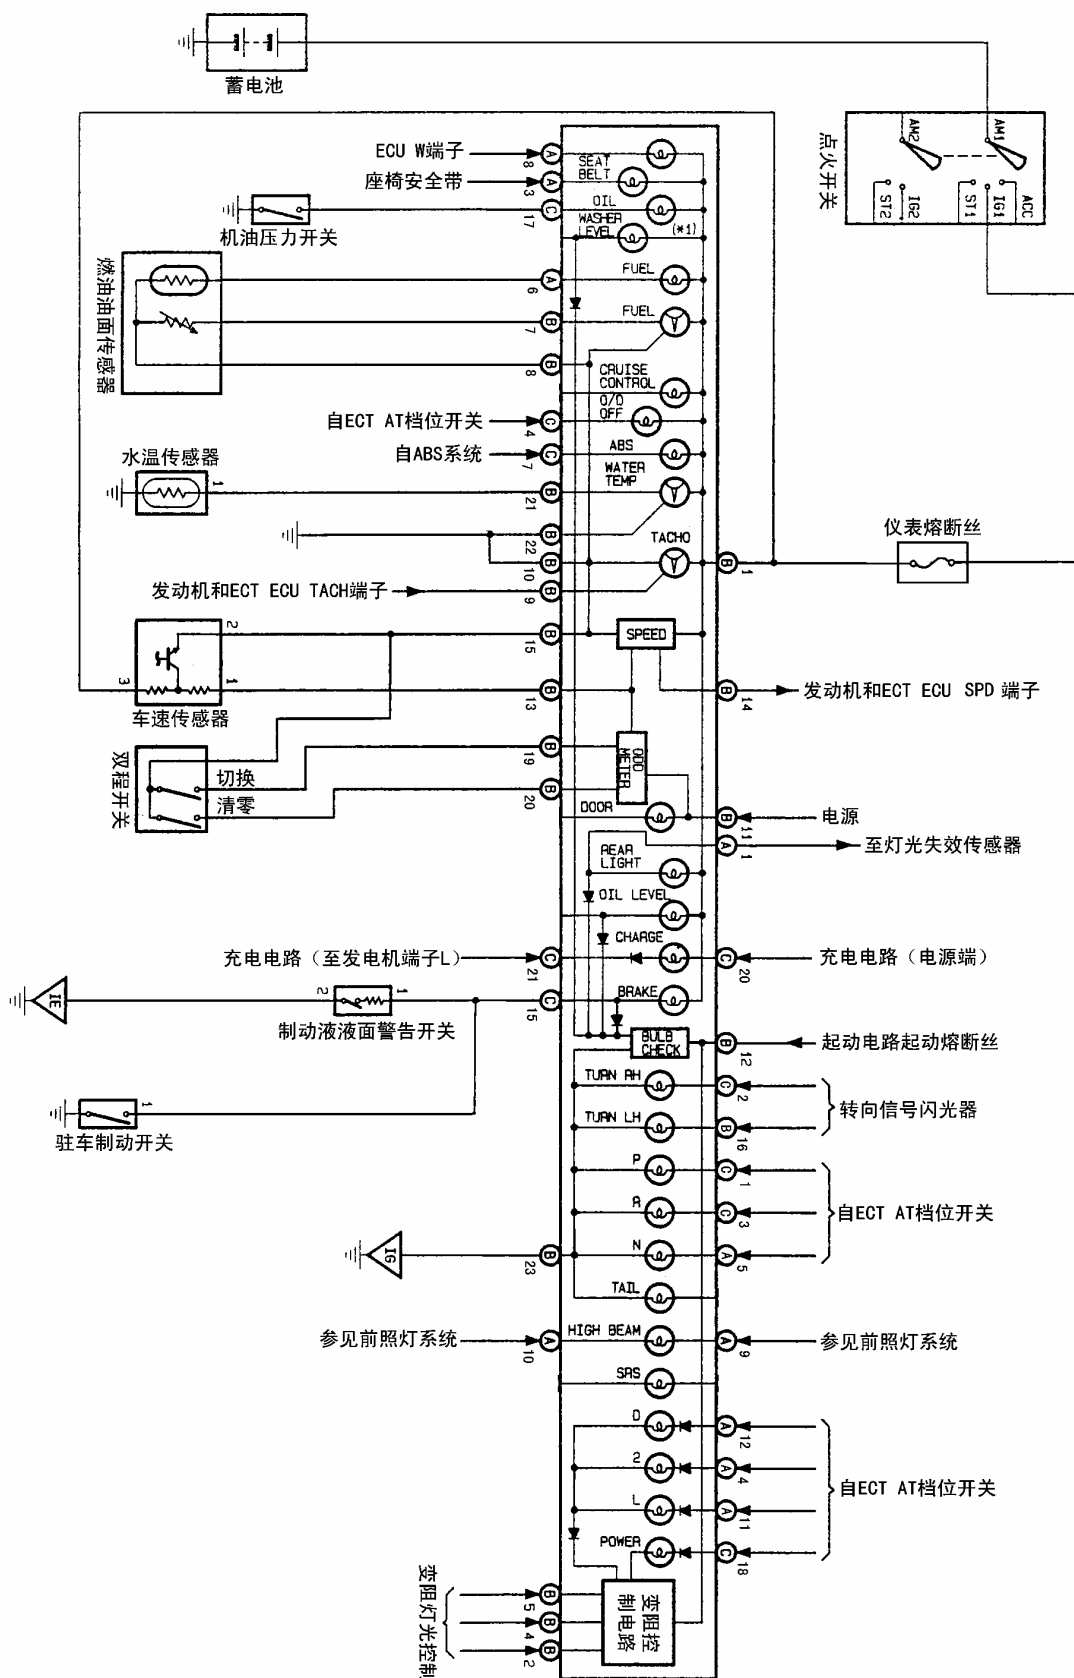

图 21 组合仪表电路
5、组合仪表电路（如图 21 所示）
表 4 组合仪表端子接线说明（参见图 21）